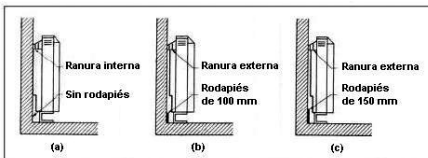

Figura 7
- Si es inferior a 100 mm, se fijará el acumulador a la tira de fijación mediante la ranura más cercana a la pared. (Figura 7.a)
- Entre 100 y 150 mm de altura, se asegurará con la ranura más externa. (Figura 7.b)
- Si es superior a 150 mm, se recortará el rodapié hasta dicha altura. (Figura 7.c)